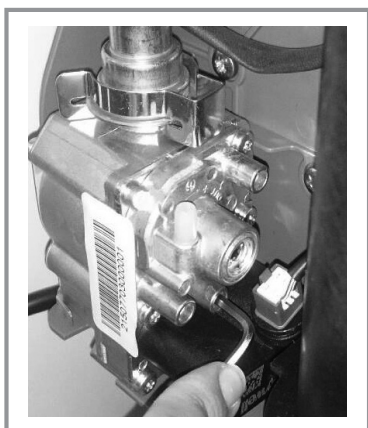

figura 36 - Ingresso pressione gas
1. La pressione operativa del gas è misurata attraverso la porta sulla valvola del gas mostrata alla figura 36.